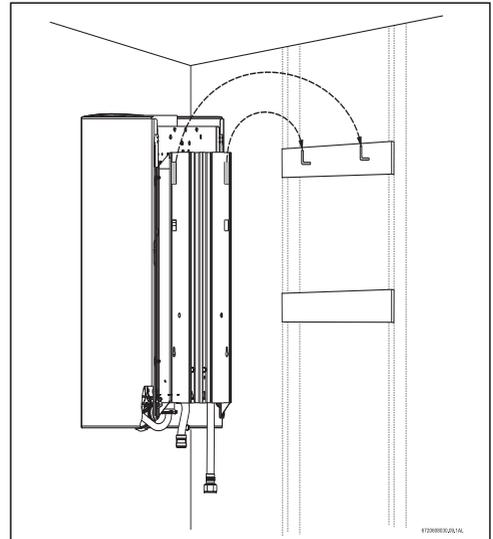

Fig. 8 Accrochage du chauffe-eau au mur
- ▶ Accrochez le chauffe-eau aux deux pitons (voir la Fig. 8).